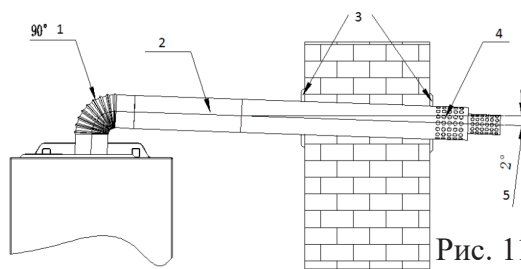

Рис. 11
- При установке дополнительных удлинений / отводов трубы дымо-/воздуховода общая составная длина (с учетом возможных поворотов на 90°) прямой трубы коаксиального дымо-/воздуховода (считая сразу же от отвода 90° после выхода из котла) не должна превышать 3 м (см. рис. 11), при этом каждый дополнительный отвод 90° равнозначен увеличению длины трубы коаксиального дымо-/воздуховода на 1 м.